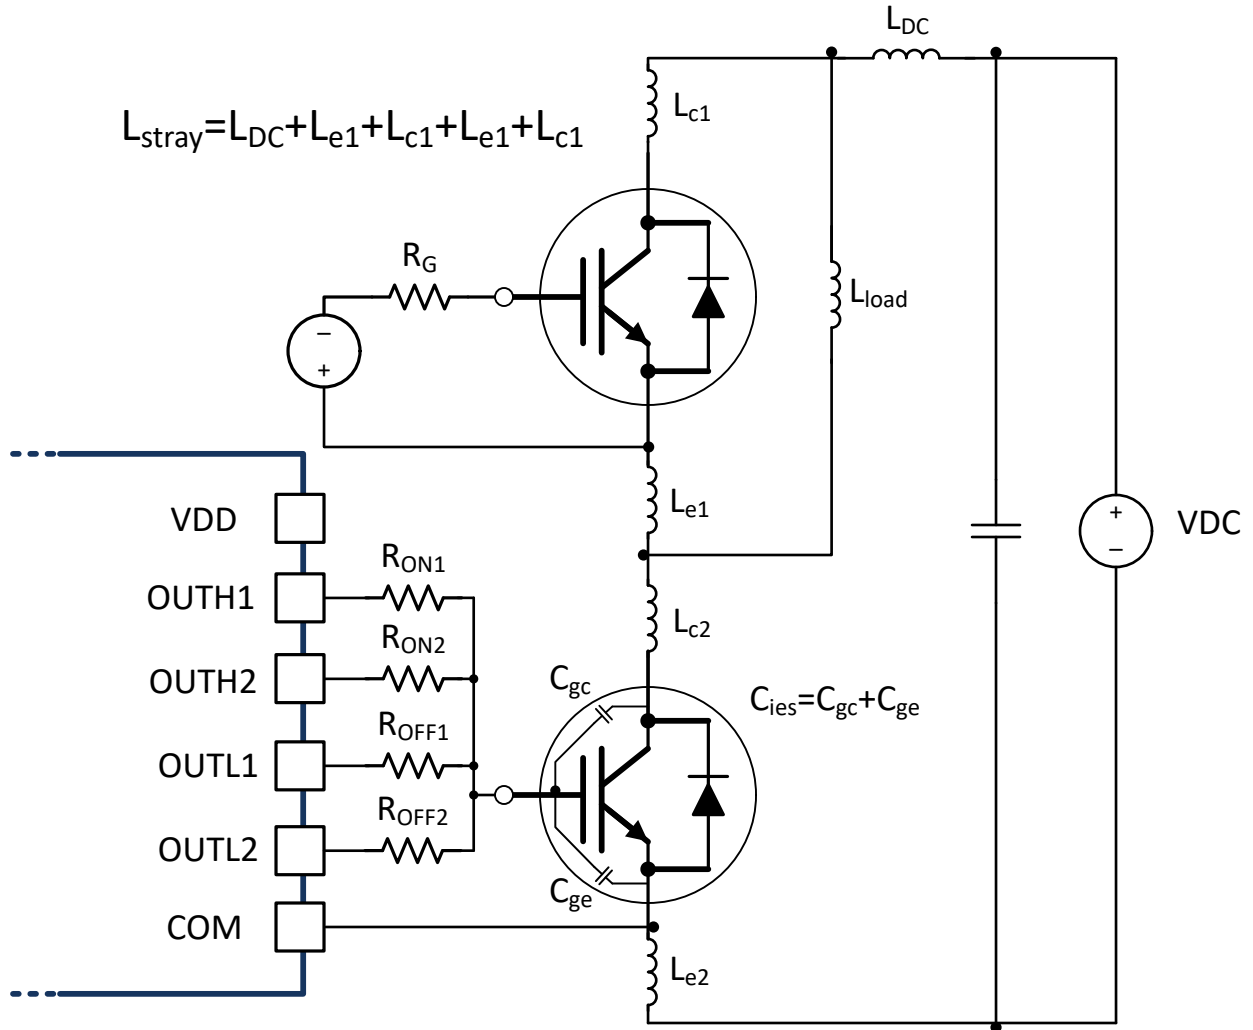

図 7-6. ハーフブリッジ構成における IGBT の浮遊寄生インダクタンス
- L_{stray} は、図 7-6 に示すように、電源スイッチングループの浮遊インダクタンスです